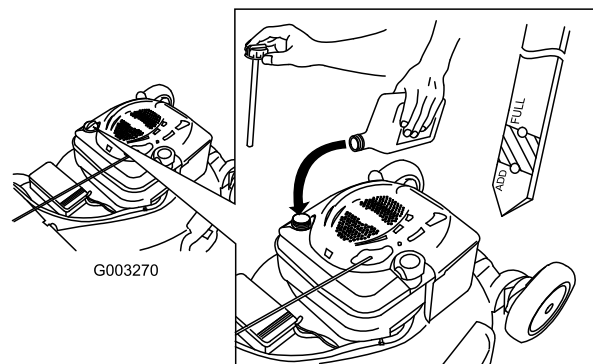

Figura 38
- Vierta **lentamente** aceite en el tubo de llenado hasta que el nivel llegue a la marca Full de la varilla (Figura 38). **No llene demasiado.** (Capacidad máxima: 0,59 l, tipo: SAE 30, aceite detergente con clasificación de servicio API SF, SG, SH, SJ, SL o superior.)